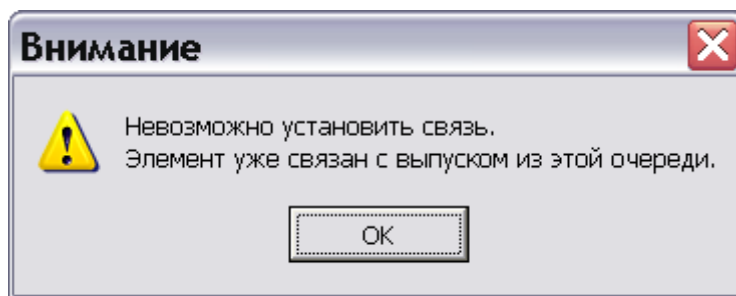

Рис. 23.20
1. Версия МД может быть связана только с одним выпуском в одной очереди поставки. При попытке установить связь с другим выпуском в той же очереди поставки появится соответствующее предупреждение системы (Рис. 23.20).